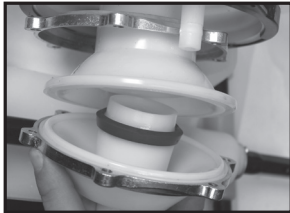

Figure 3
- 3) Séparez les moitiés de la chambre et inspectez le collier du piston/diaphragme de la pompe pour y déceler toute usure. Remplacez au besoin (Figure 3).
6) Ré-assembler les deux moitiés de la pompe (fig. 3).